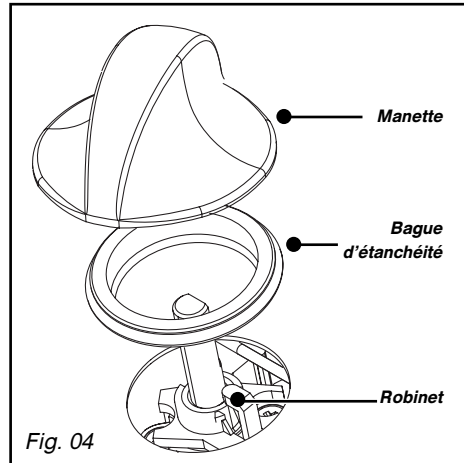

Fig. 04
• **Réglez les ralents des robinets** : ceux-ci sont situés sous les manettes (Fig. 04).